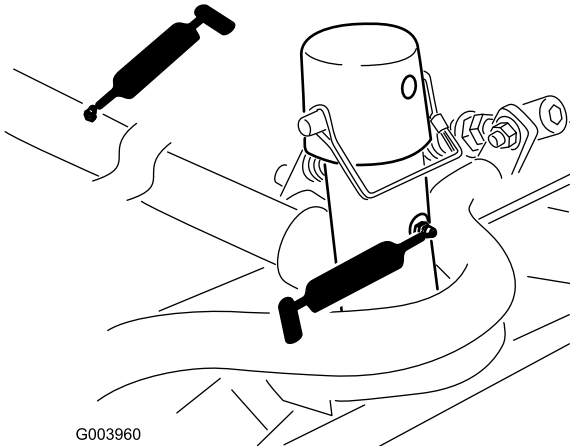

Bild 106
- Mähwerkträgerrahmen und Drehzapfen (2) (Bild 106)